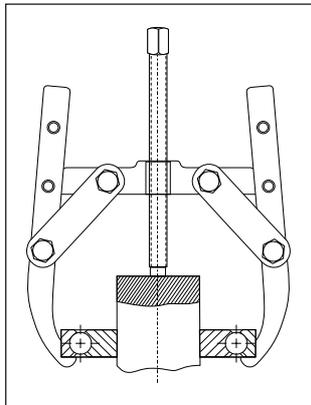

Fig. 2
4. Positionnez l'extracteur comme indiqué figure 2.